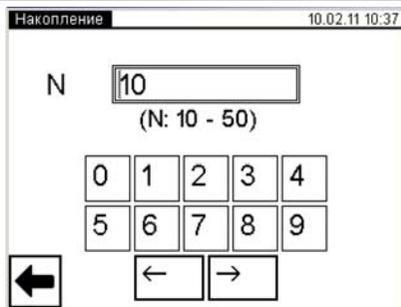

Рисунок 6.6.
2) Перейти в окно "Накопление", для чего в окне "Настройка" нажать на строку "Накопление", на экране появится окно "Накопление" (рисунок 6.6)
3) Установить количество накапливаемых результатов измерения N, для чего, нажимая соответствующие кнопки с цифрами (рисунок 6.6), ввести значение N в диапазоне от 10 до 50.